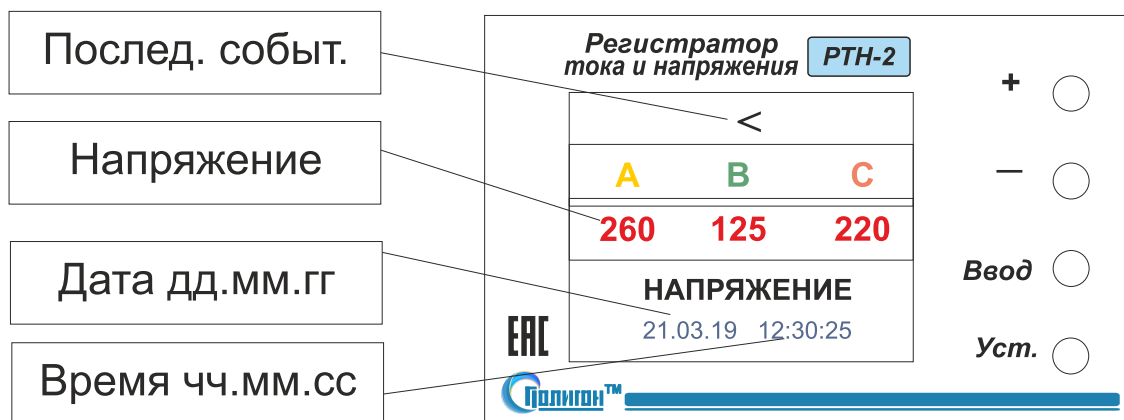
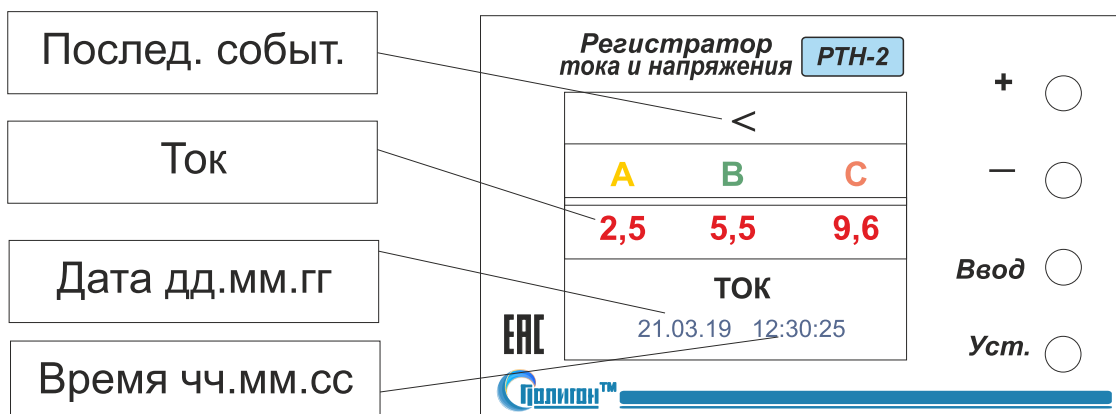

Рис.2
Рис.3
4.1.3. Для просмотра записанных событий необходимо нажать кнопку «Ввод», при этом на дисплее высветится запись последнего события аварийной ситуации по напряжению (рис.2) или по току (рис.3), причем значения напряжения и тока, не соответствующие заданным параметрам, мигают. Нажатием на кнопку “-” можно